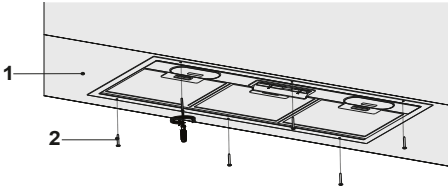

Fig. 5
- Coloque la campana en el mueble de la cocina y sujétela a los 6 agujeros de instalación previamente realizados (Fig. 5).